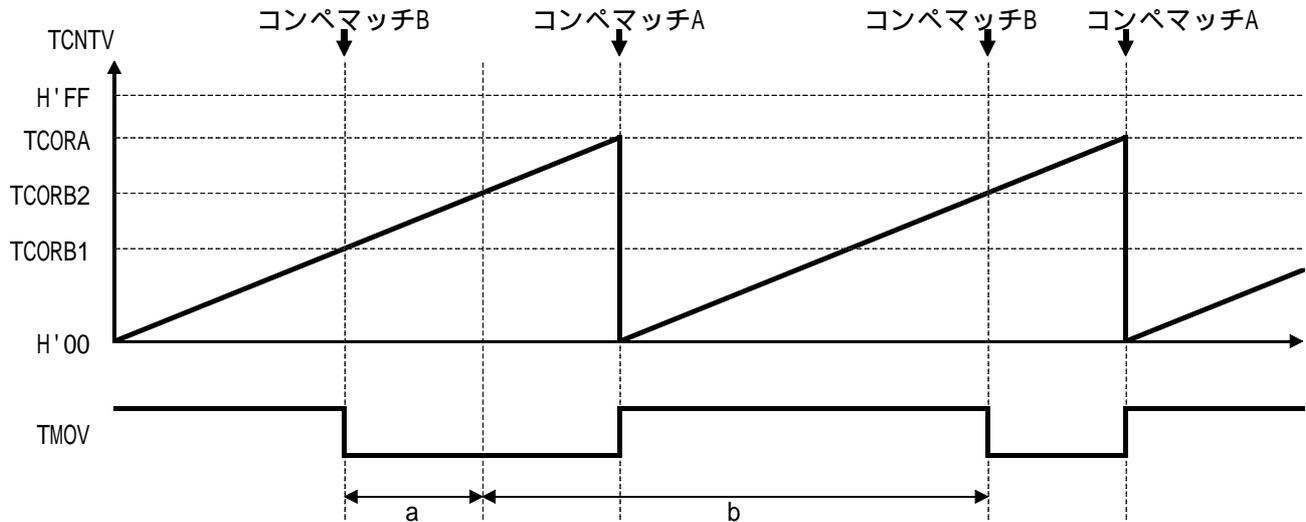

図4 デューティを大きくする場合のTCORB書き換えのタイミング
(c) 図4にデューティを大きくする場合のTCORBの書き換えのタイミングについて示します。
- ・TCORBの書き換えは、書き込むと同時にTCORBが更新されるため、デューティを大きくする場合、図4中の a の区間でTCORBを書き換えると、連続してコンペアマッチBが発生し、正常なPWM波形が出力されません。したがって、TCORBを書き換えるタイミングは、図4中の b の区間で書き換えなければなりません。